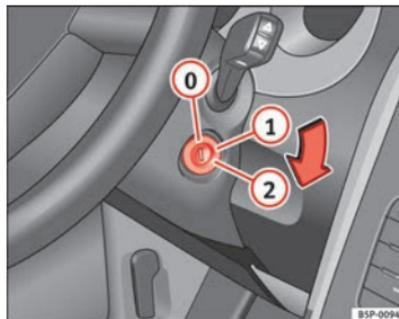

Fig. 140 Posições da chave da ignição
Nesta posição, ⇒ Fig. 140 a ignição e o motor estão desligados, podendo bloquear a direcção.
- Rode a chave da ignição para a posição ⇒ Fig. 140 . O aviso  acender-se-á em caso de pré-incandescência do motor. ▶
- Quando o aviso se apagar, rode a chave da ignição até à posição ② para arrancar o motor, sem acelerar.
- Rode a chave da ignição até à posição ⇒ Fig. 140 ①.